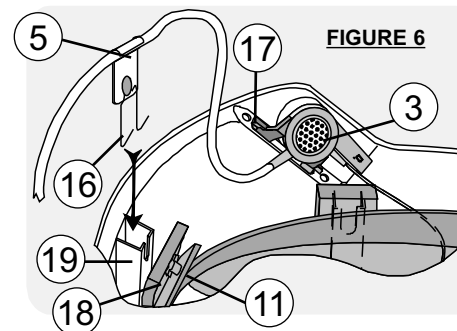

FIGURE 6
Accrochez les deux extrémités de la lyre ⑮ dans les ouvertures ⑰ du casque. Le haut-parleur ③ doit être orienté comme sur la figure 6.
Pour fixer le crochet d'amarrage anti-arrache câble ⑬, retirez la fixation du bandeau ⑪ et le calottin ⑱. Insérez le crochet d'amarrage ⑬ avec le support anti-arrache câble ⑤ dans le puits ⑲ en respectant le sens indiqué par la figure 6.